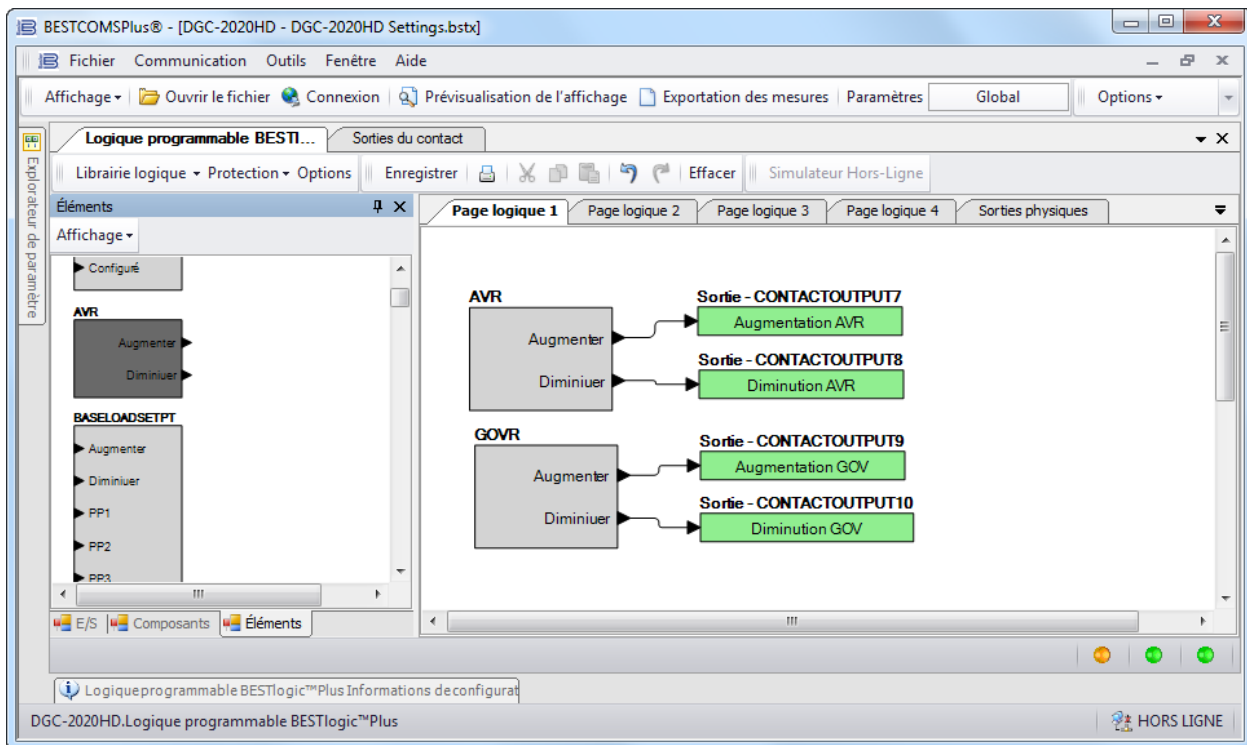

Figure 14-19. Configuration du contrôle de polarisation des sorties de contact - Opération 4.
4. Cliquez sur l'onglet I/O (Entrées/sorties) et faites glisser les sorties affectées à l'opération 1 dans l'écran de la logique principale et connectez-les aux sorties correspondantes des blocs AVR et GOVR. Voir Figure 14-19.